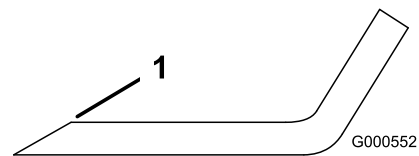

Figure 51
1. Au moyen d'une lime, aiguissez les tranchants à chaque bout de la lame (Figure 51).
Remarque: Si la lame est déséquilibrée, limez un peu l'extrémité de l'ailette seulement (Figure 51).